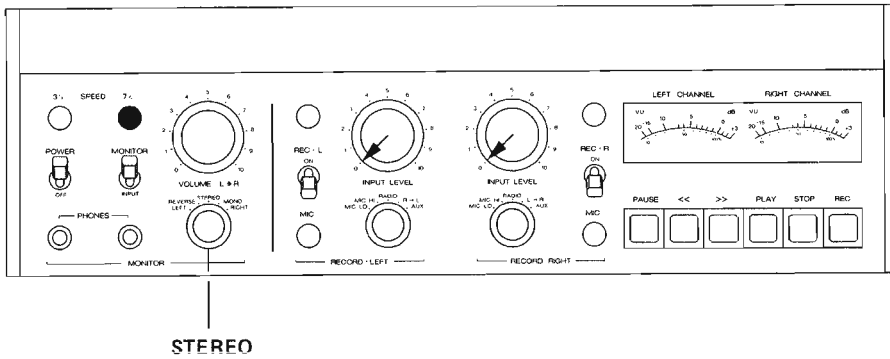

Fig. 6.4.-6
- Bedienungselemente nach Fig. 6.4.-6 einstellen.
- NF-Millivoltmeter an Ausgang OUTPUT L (51) anschliessen (1 V-Bereich).